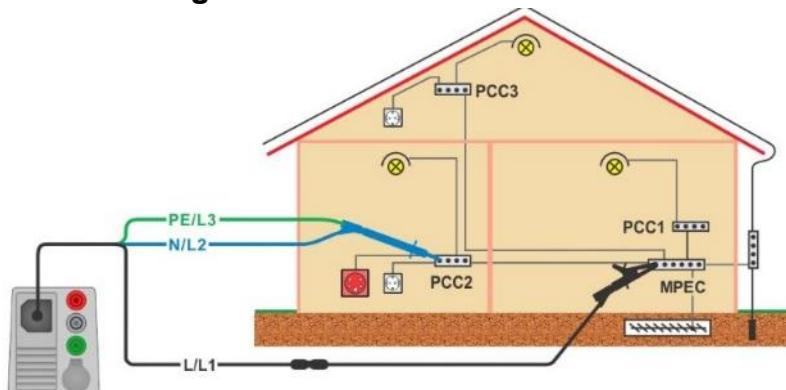

Fig. 4.22: Forbindelse for 3-leder testledninger plus evt. forlængerledning
- Forbind testledningerne, se **Fig. 4.22**